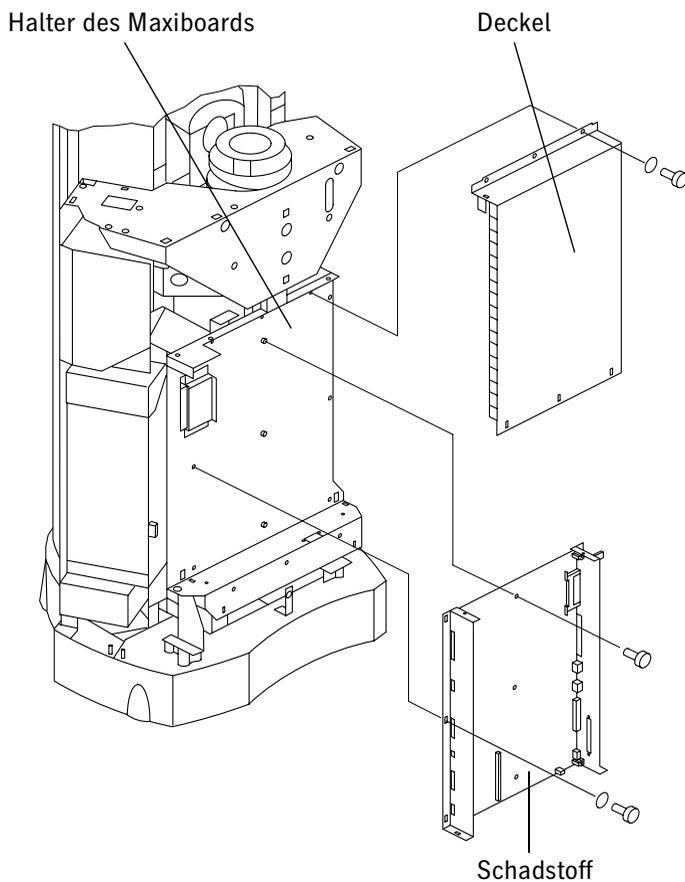

Bild 6
8. Maxiboard abschrauben (4x)	komplett mit Halter demontierbar, siehe Bild 6